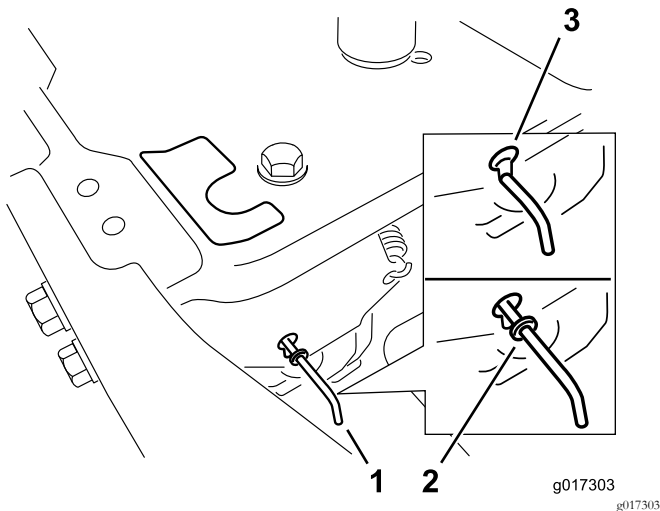

Figura 33
4. Mueva las palancas de desvío hacia delante a través del orificio y hacia abajo para bloquearlas en esa posición (Figura 33).
Mueva las palancas de desvío hacia atrás a través del orificio y hacia abajo para bloquearlas en esa posición, según se muestra en la Figura 33.